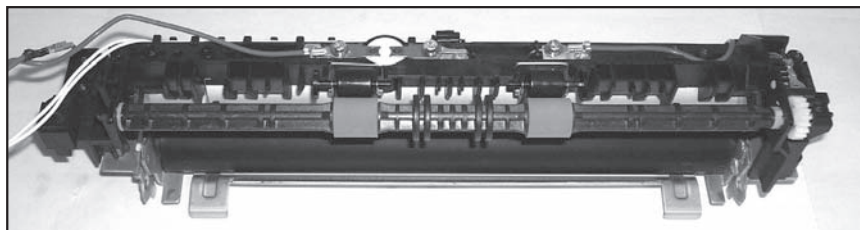
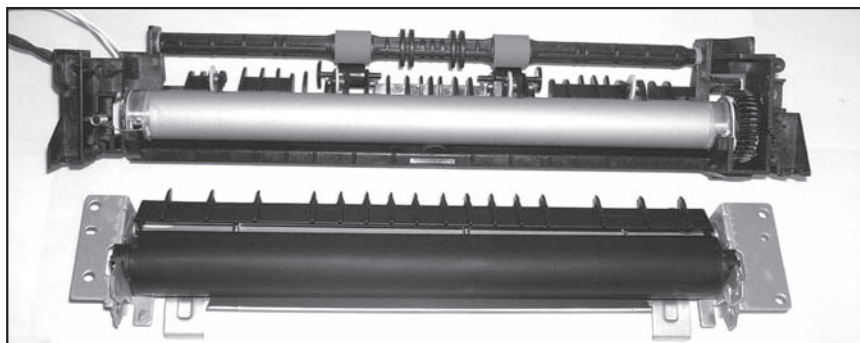

Рис. 41
Рис. 42
11. Удерживая узел в сборе, располагают его выходным валом транспорта бумаги к себе вверх (рис. 41). Перемещают первую (верхнюю) половину узла вверх и снимают ее с нижней половины (рис. 42).